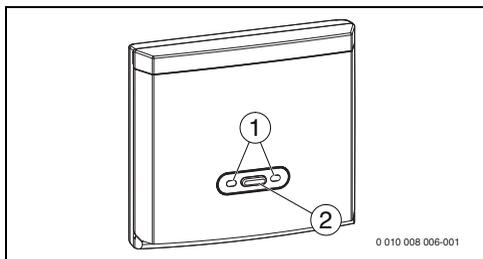

Fig. 21 Module radio
- ▶ Appuyer sur le bouton de connexion du module radio (→ fig. 21, page 14). La LED du module radio clignote en vert et signale ainsi le mode de connexion.
- ▶ Appuyer sur le bouton de connexion du module radio (→ fig. 21, page 14).